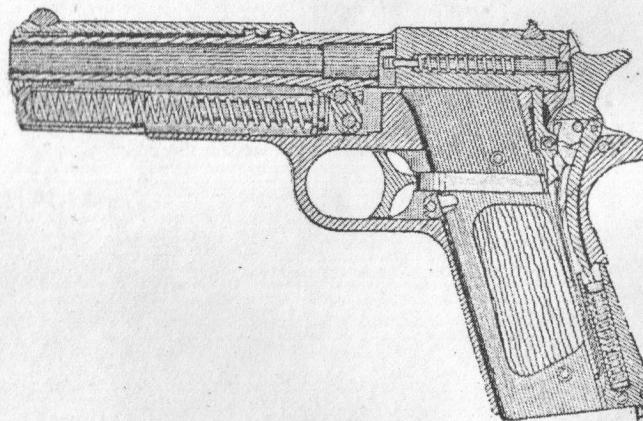

Рис. 29.
A. При спущенном курке (рис. 29)
ней части ствола входят в пазы кожуха-затвора, а выступы, имеющиеся внутри в средней части кожуха-затвора — в пазы в верхней части ствола (рис. 29 и 31).